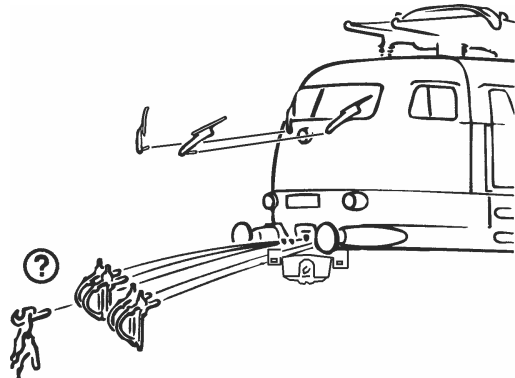

Fig. 3
2. Schmierung: Versehen Sie die im Schmierplan in Fig. 8 gekennzeichneten Stellen mit nur **kleinen Öltropfen**. Dazu zuerst das Lokgehäuse abnehmen (Fig. 3). Wir empfehlen den **ROCO-Öler** Art. Nr. **10906**. Zur Schmierung der Getriebeteile (Zahnräder, Schnecke - Fig. 4) empfehlen wir das **ROCO-Spezialfett 10905**. Im Falle der Schmierung diese Teile bitte nicht ölen.
4. Kohlebürstenwechsel: Lokgehäuse abnehmen (Fig. 3). Danach wird der **Motor ausgebaut** und die **Kohlebürsten ausgewechselt** (Fig. 9).
4. Remplacement des balais du moteur: Démontez la caisse (voir fig 3). Démontez ensuite le moteur et échangez le balais (fig. 9).
2. Lubrication: Apply **tiny oil drops** to spots marked in fig. 8. Prior to lubrication dismantle locomotive (fig. 3). We recommend using item no. 10906, Roco oiler. For lubrication the gear-parts (e.g. cog-wheels, worm - fig. 4) we would recommend our Roco **special grease** (item No. 10905).
4. Carbon Brush Changing: First **remove** loco body (fig. 3), and then the **motor** (fig. 9).
voir } Fig. 3 !